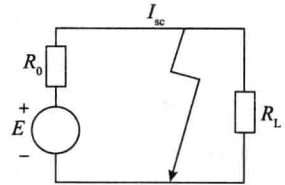

图 1-2 电路短路
(1) 通路：电源与负载接通，构成回路，又称为有载状态。当电路工作在额定情况下时的电路有载工作状态称为额定工作状态。
(2) 断路：电源与负载断开，称为断路状态，又称开路或空载状态。
(3) 短路：电源两端没有经过负载而直接连在一起时，称为短路状态。如图 1-2 所示。此时电流不再流过负载，而直接经短路连接点流回电源，此时短路电路很大。短路是电路最严重、最危险的事故，是禁止的状态。产生短路的原因主要是接线不当，线路绝缘老化损坏等。应在电路中接入过载和短路保护。